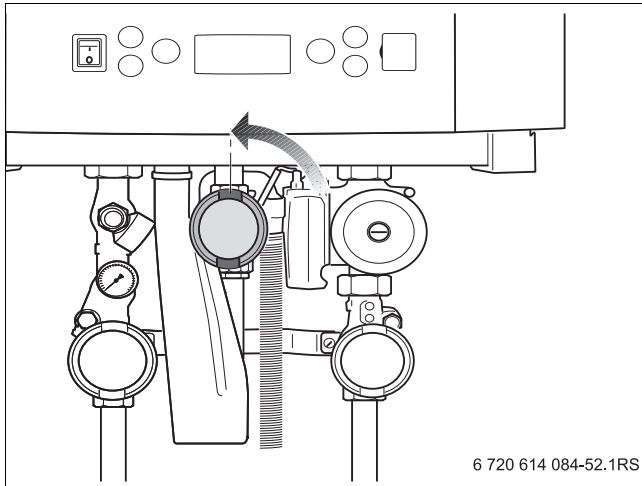

Bild 39 Gashahn öffnen (hier mit Anschlussgruppe)
- ▶ Gashahn öffnen (→ Bild 39, Seite 29).